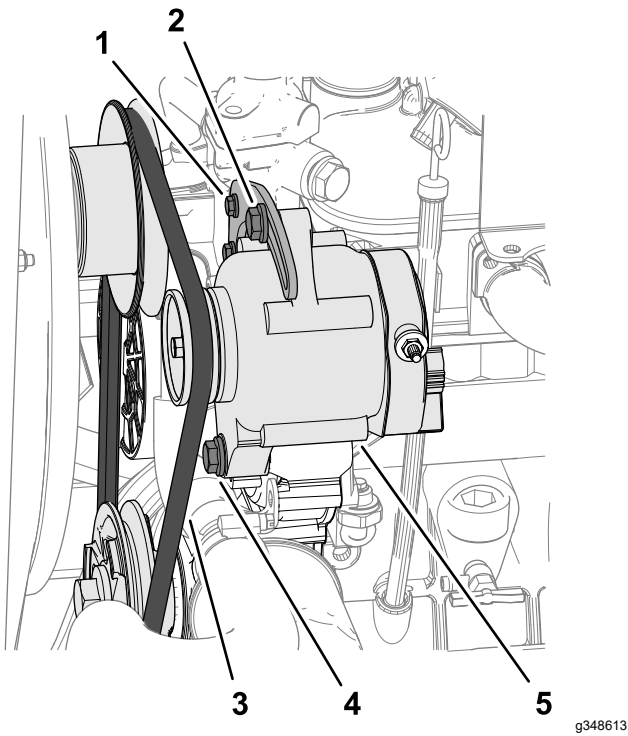

Figura 83
4. Aplique una fuerza de 10 kg contra la correa del alternador (**Figura 83**), en el punto intermedio entre las poleas.
- Si la desviación de la correa es inferior a 10 mm, afloje el perno del pivote del alternador y el perno tensor (Figura 83), y reduzca la tensión de la correa.
- Si la desviación de la correa es superior a 10 mm, afloje el perno de pivote del alternador y el perno tensor (Figura 83), y aumente la tensión de la correa.
Nota: Si es necesario, afloje el perno de la placa tensora (Figura 83).
6. Apriete los pernos (Figura 83).